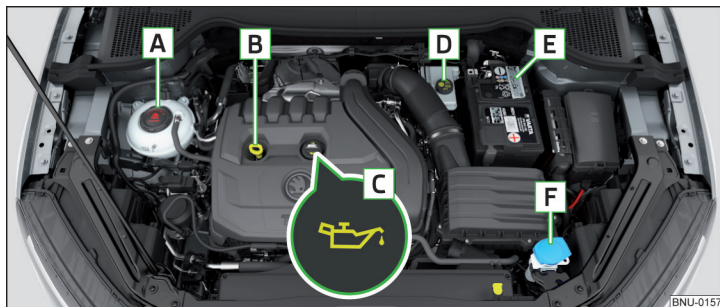

Fig. 306 Exemplu de dispunere în compartimentul motor
- ▶ Deșurubați capacul orificiului de umplere cu ulei **C** » fig. 306 la pagina 275.